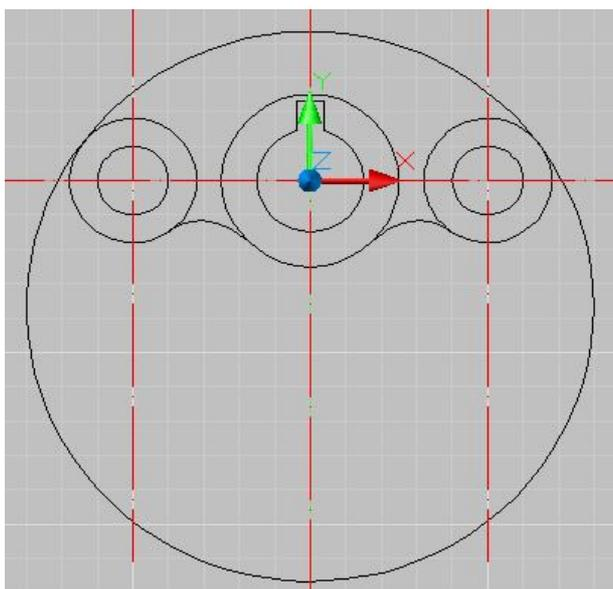

Рис. 7
10. Через центры окружностей, которые находятся с правой и левой стороны от начала координат, проводим осевые линии. Активизируем команду  и в боковом меню выбираем **Вертикал** и через центр проводим линии. Затем проводим окружность, которая будет касательной к 2 боковым окружностям. Выбираем команду , в боковом меню выбираем **ККР**, отмечаем те места на окружностях, которых эта окружность будет касаться, затем в командной строке вводим значение радиуса **80** и для утверждения команды нажимаем **enter**. (см. рис. 7)